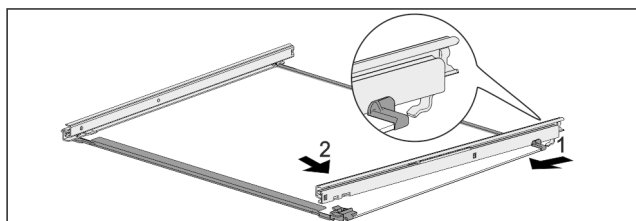

Fig. 85 Ripiano in vetro con guide
- Agganciare la guida sul lato posteriore. Fig. 85 (1)
- Innestare la guida sul lato anteriore. Fig. 85 (2)